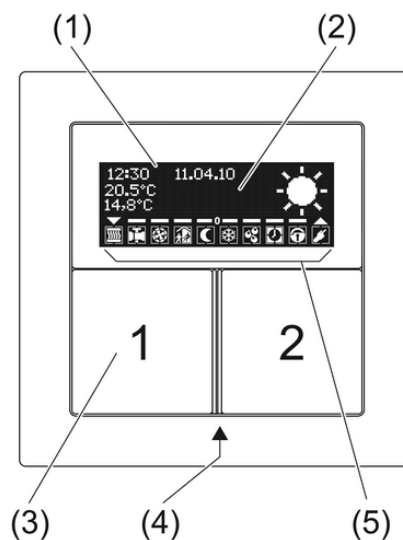

Bild 1
- Öffnen: Gleichzeitig die Tasten **1** und **2** oben betätigen (Bild 1).